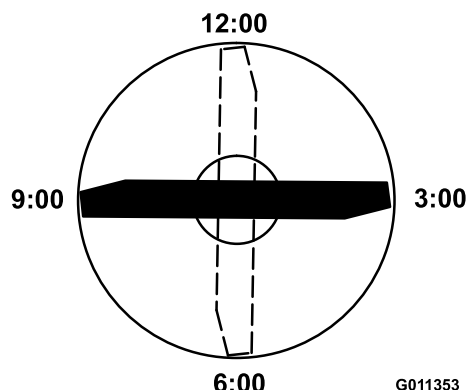

Рисунок 67
прямо по направлению скашивания) и измерьте высоту от стола до режущей кромки ножа (Рисунок 67).
4. Поверните отмеченный конец ножа в положения «3 часа» и «9 часов» и измерьте значения высоты (Рисунок 67).